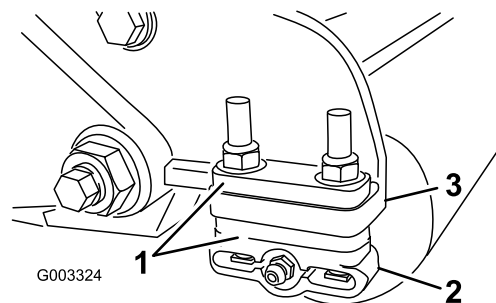

Figura 11
1. Ajuste os suportes do rolo traseiro (Figura 11) no limite de corte desejado posicionando a quantidade necessária de espaçadores por baixo da flange de montagem da placa lateral (Figura 11) de acordo com o Quadro da altura de corte (página 10).